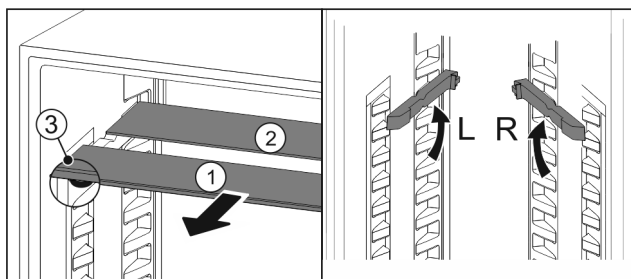

Fig. 131
- Trekk glassplatene enkeltvis fremover og ut Fig. 131 (1).
- ▷ Glassplate Fig. 131 (1) med pyntelist ligger foran.
- ▷ Stoppere Fig. 131 (3) peker nedover.